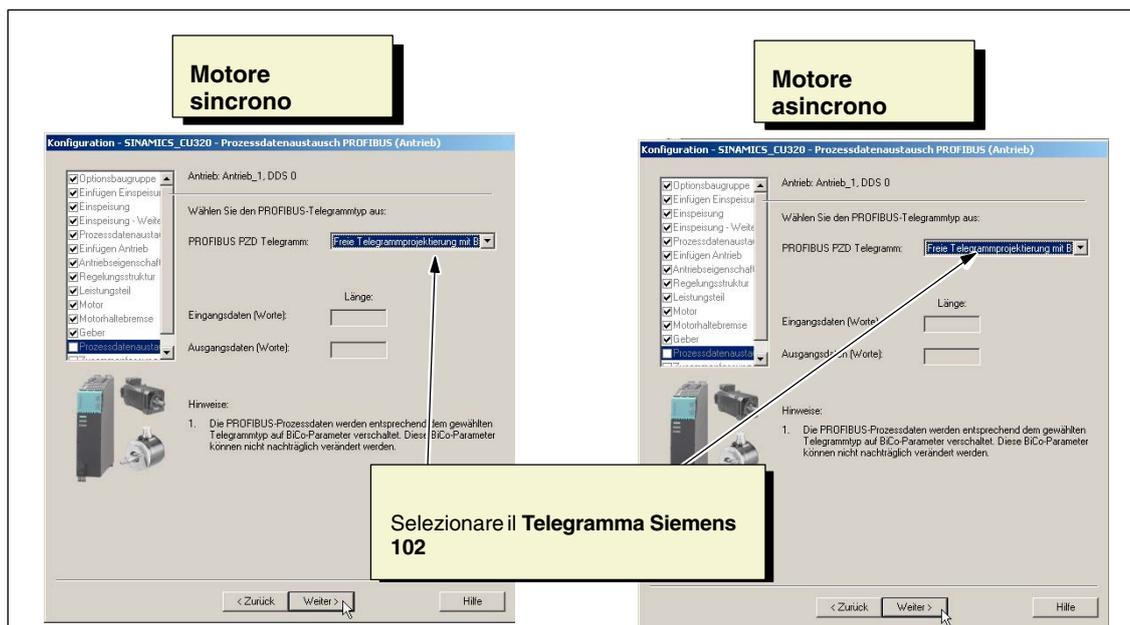

Fig. 10-25 Tipo di regolazione/valori di riferimento
20. Confermare con **Avanti >** per selezionare il tipo di regolazione/i valori di riferimento nel passo successivo (vedere la fig. 10-25).